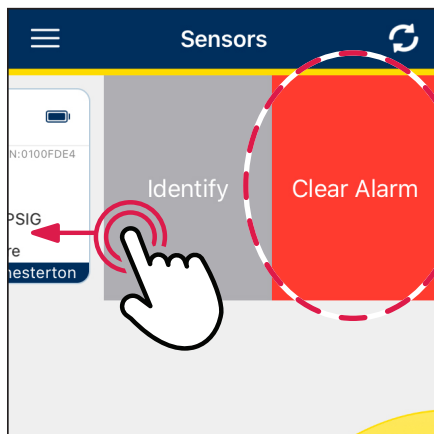

Abbildung 25
- Für **IOS**: **wischen Sie am gewünschten Sensor nach links** (siehe Abbildung 25). Die Option „Identifizieren/Alarm löschen“ wird eingeblendet.